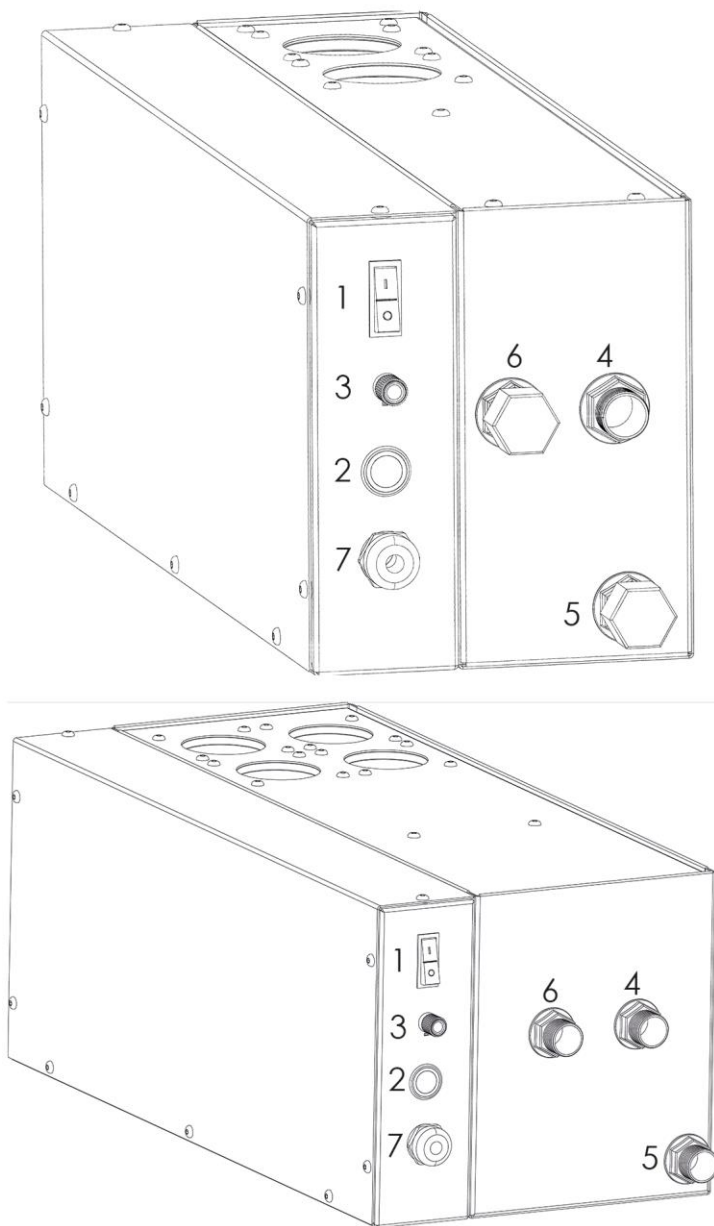

Рис. 1
## **Органы управления и компоненты (Рис. 1, 2, 3, 4):**
1. Включение: нажмите сетевую кнопку 1 (Рис. 1). Загорится индикатор питания.
3. Запуск «Тумана»: для начала генерации тумана нажмите кнопку 2 (Рис. 1). Начнется генерация тумана, а также вы услышите звук работы вентилятора.
4. Регулировка потока: с помощью регулятора скорости вентилятора 3 (Рис. 1) установите желаемую интенсивность потока тумана. Для достижения максимального количества выдаваемого тумана, рекомендуем проектировать минимальную длину и высоту трассы.
5. Остановка «Тумана»: для остановки генерации тумана повторно нажмите слабوتочную кнопку 2 (Рис. 1). Вентилятор продолжит работать 10 секунд для продувки магистрали от остатков тумана и предотвращения образования конденсата, после чего вентилятор выключится автоматически.
6. Полное выключение: после остановки туманообразования и работы вентилятора для полного отключения нажмите сетевую кнопку 1 (Рис. 1). и отключите вилку из розетки.